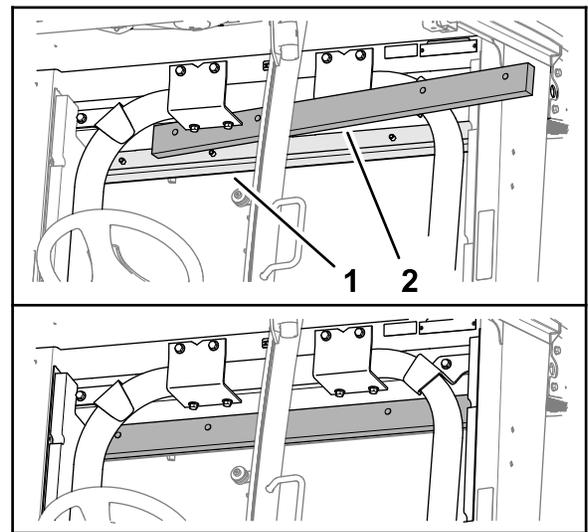

Figura 30
2. Remova a película posterior e instale a almofada inferior do teto acima da janela traseira da cabina (Figura 30).